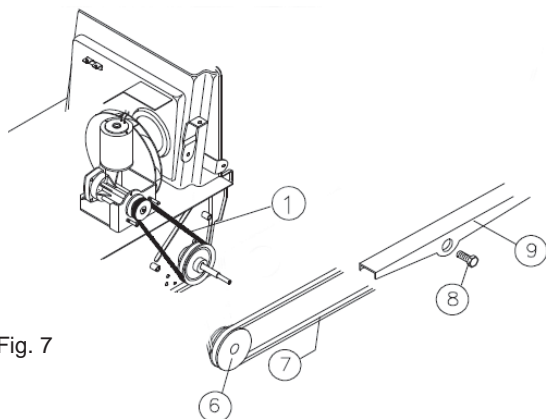

Fig. 7
- Fjern remmen i pos. 7, fig. 7 fra remskiven i pos. 6, fig. 7.
- Skru fastgørelsestappen af i pos. 8, fig. 7, og tag kroge af sidearmen i pos. 9, fig. 7, fra tandringen i neutralstilling.
- Fjern remmen i pos. 7 fra sidearmen i pos. 9, fig. 7.
- Sæt sidearmen i pos. 9, fig. 7 fast igen i tandringen i neutralstilling.
- Skru tappen fast igen i pos. 8, fig. 7.
- Sæt ringen i pos. 7, fig. 7, i remskiven igen i pos. 6, fig. 7.
- Fjern remmen i pos. 1, fig. 7.